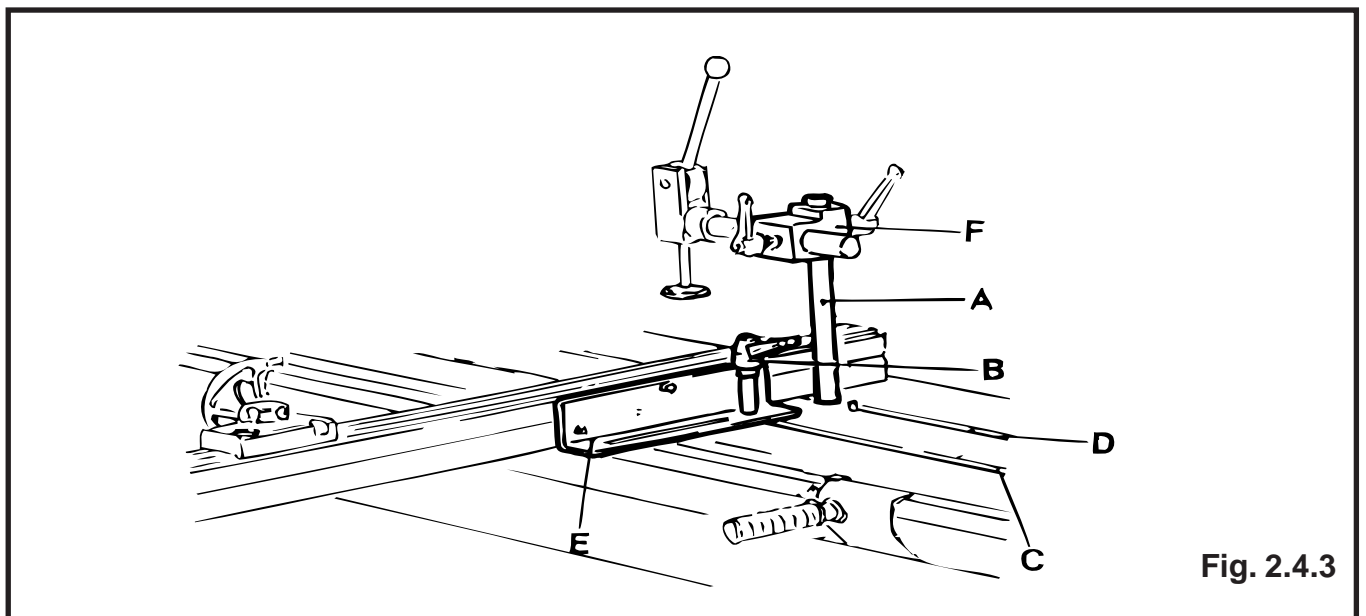

Fig. 2.4.3
L'asta in alluminio inclinabile, fig. 2.4.3, è dotata di maniglia a ripresa B per posizionarla. Prima di montare l'asta, svitare il lardone dalla maniglia, inserirlo nella scanalatura C del carro, fino alla righetta graduata.
The tiltable aluminium rod (fig. 2.4.3) can be properly positioned by using the handle (B) it is provided with.
La barra de aluminio inclinable, fig. 2.4.3, está dotada de manilla de reajuste B para posicionarla.